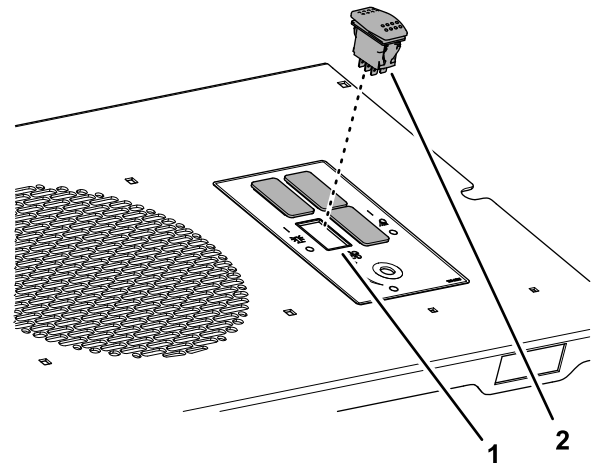

Figure 11
6. Retirez l'obturateur de l'ouverture de l'interrupteur du gyrophare sur le panneau de commande (Figure 11).